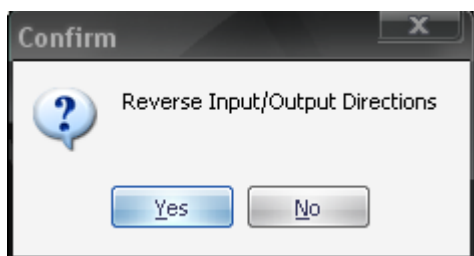
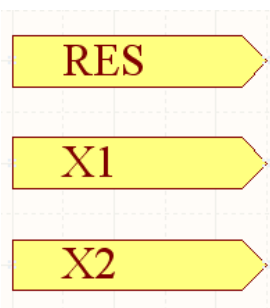

图 10 转换端口方向对话框
图 11 自动生成的 I/O 端口
3) 单击鼠标左键，系统将弹出如图 10 所示对话框，单击“No”按钮，生成子图，且自动布置与该方块电路相对应的 I/O 端口，如图 11 所示